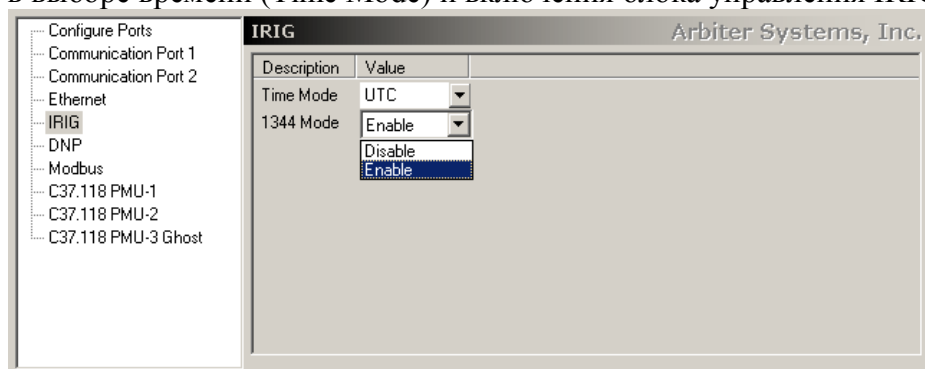

Рисунок 21
8.2.5 Настройка порта IRIG-B, рисунок 21, осуществляется на правом поле панели, и заключается в выборе времени (Time Mode) и включения блока управления IRIG-B.